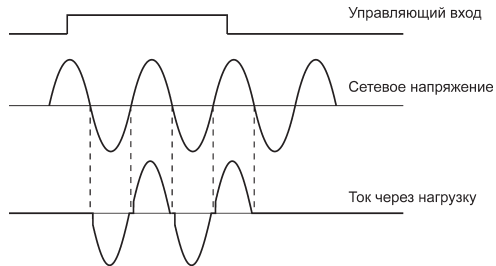

Рис. 2
4.3 Графики, поясняющие работу симисторного блока, изображены на рис. 2.